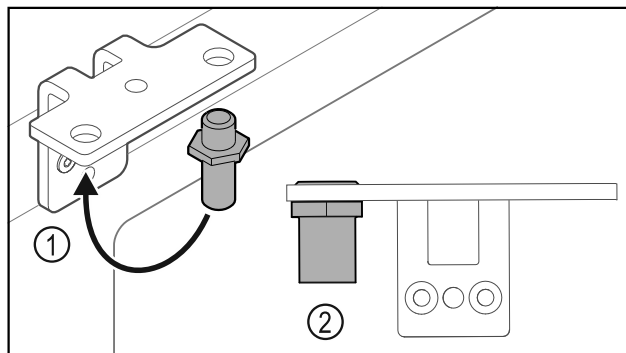

Fig. 24
- Flytta bulten Fig. 24 (1) i gångjärnsfästet.
- Dra åt bulten Fig. 24 (2) med ett **vridmoment på 12 Nm**.